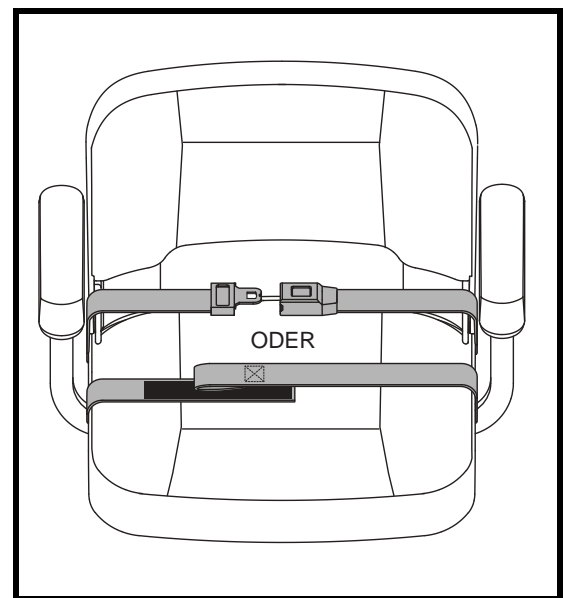

Abb. 19. Rückhaltegurte–Rückhaltegurt mit Schloss oder Rückhaltegurt mit Klettverschluss
1. Schloßzunge in das Schloßteil stecken, bis der Schnellverschluß hörbar einrastet. **Siehe Abb. 19.**
1. Führen Sie die beiden Enden des Gurts zusammen, so dass die eine Seite des Klettverschlusses, an der sich die Schlaufen befinden, direkt über der raueren Seite mit den Widerhaken liegt. Zum Sichern fest zusammendrücken. **Siehe Abb. 19.**